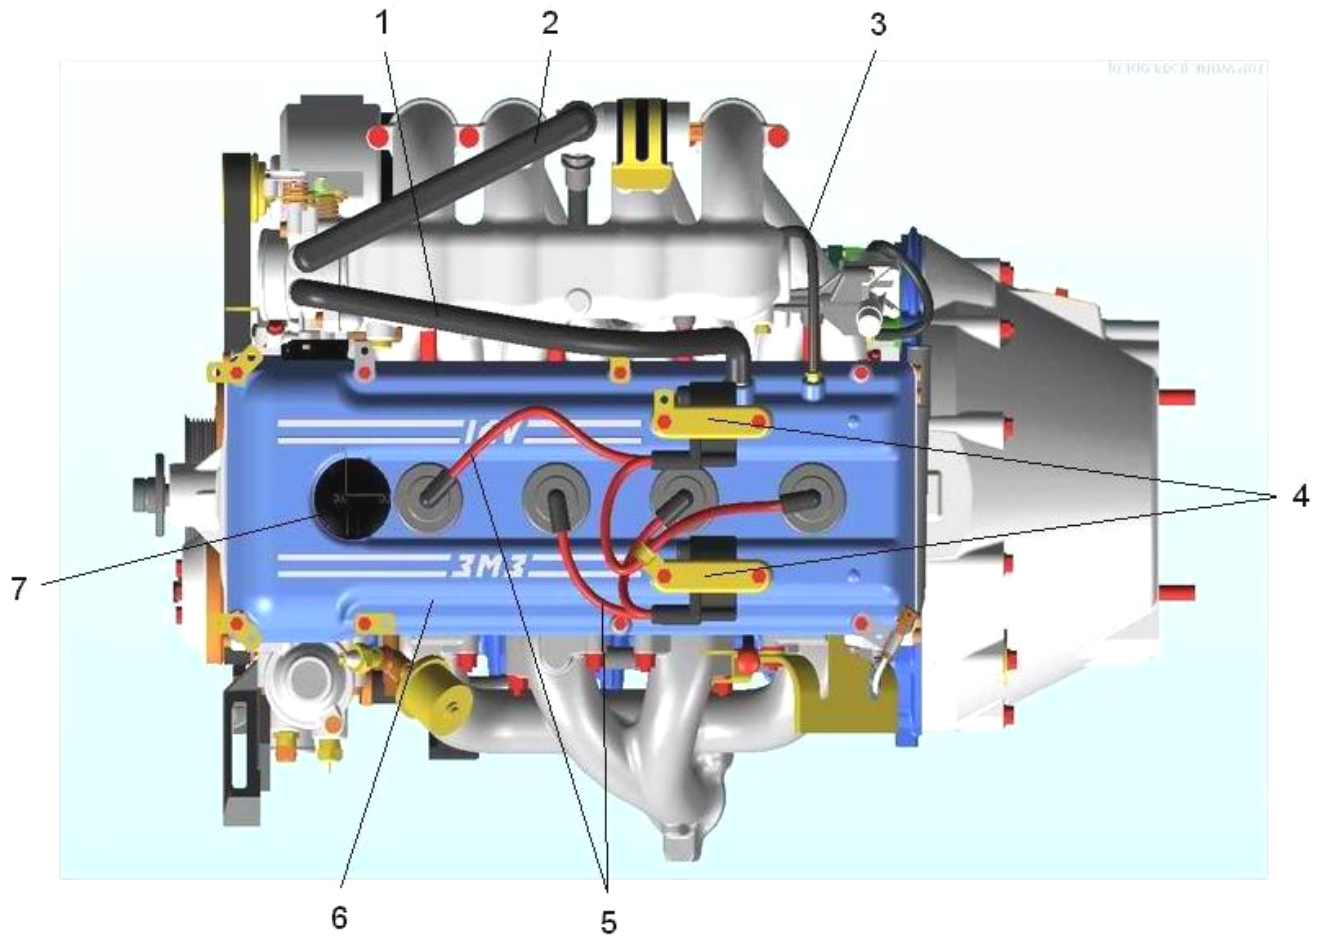

Рисунок 62 – Вид двигателя сверху:
14. Установить провода свечей 5 в сборе с наконечниками (рисунок 62).
15. Установить шланг основной ветви вентиляции 1 на штуцер патрубка дросселя и на штуцер патрубка крышки клапанов и шланг малой ветви вентиляции 3 (рисунок 62).
16. Установить шланг регулятора холостого хода 2 на штуцер патрубка дросселя и штуцер регулятора холостого хода (рисунок 62).
17. Установить на крышку клапанов две катушки зажигания 4 и вставить в гнезда катушек провода высокого напряжения 5 (рисунок 62).